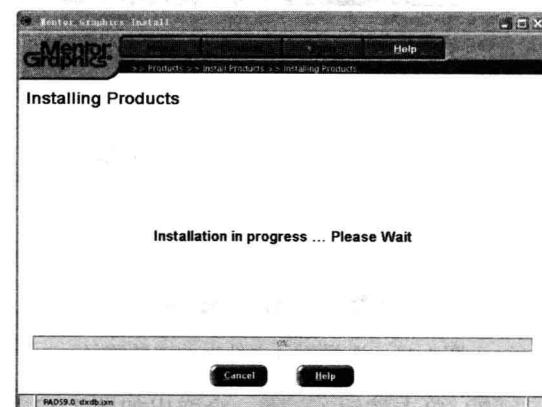

图 1-18 安装过程窗口
(12) 单击按钮 **Install**，开始安装，并显示如图 1-18 所示的安装过程窗口。